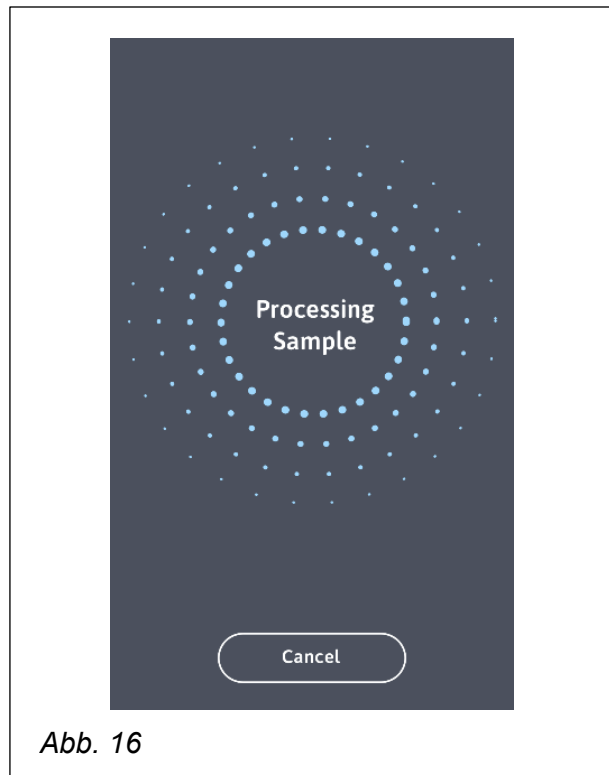

Abb. 16
4.2.4. Sobald die Probenmischung bestätigt wurde, wird das Röhrchen in den Analysator bewegt und das Testverfahren beginnt (Abb. 16)